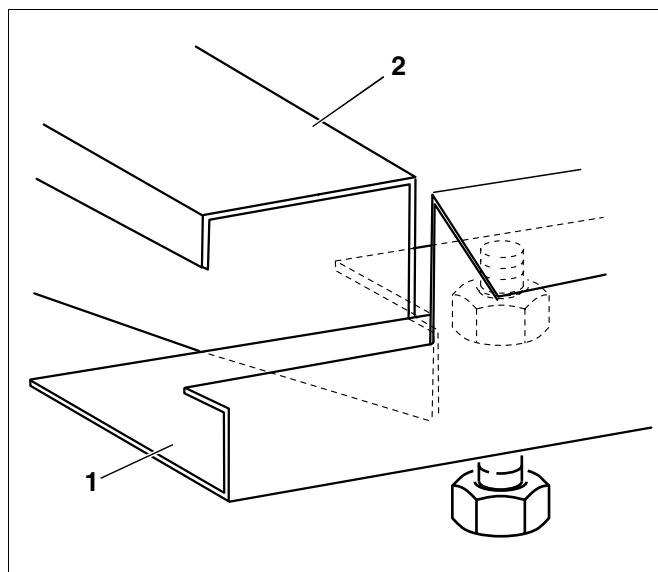

Fig. 39 Montering af længdeskinne på tværtravers
- Monter længdeskinnen (fig. 39, **pos. 1**) med den forreste udstansning på udstansning (fig. 39, **pos. 2**).